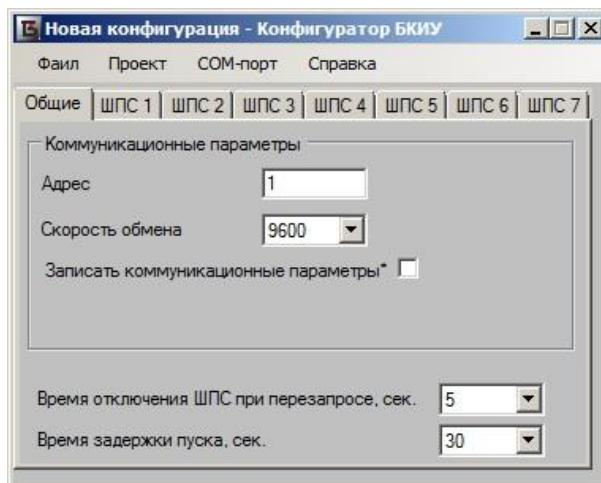

Рисунок 8.1 – Главное окно конфигуратора
8.1 Конфигурирование блока осуществляется с помощью программного обеспечения «Конфигуратор БКиУ» (программное обеспечение можно скачать на сайте производителя). При запуске конфигуратора откроется главное окно (рисунок 8.1).